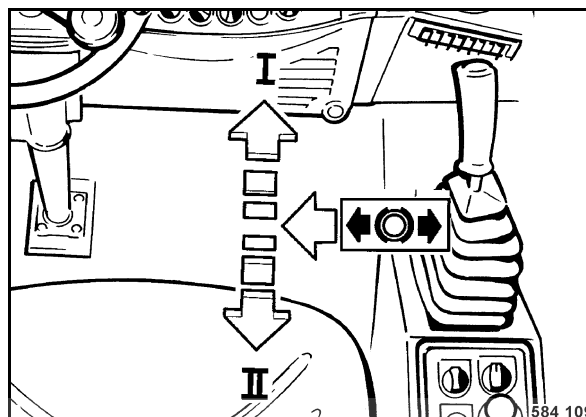

Fig. 55
- Décranter le levier de commande de marche (Fig. 55) vers la gauche, à partir de la position de freinage.